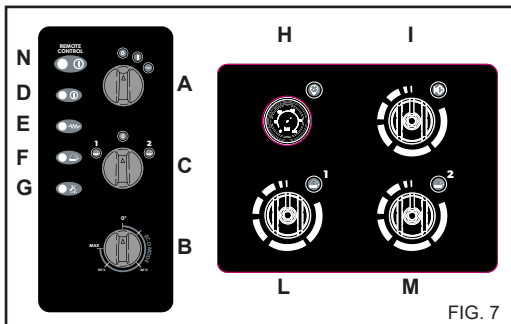

FIG. 7
- 2) Start højtryksrenseren, vælg rengøringsmidlet, som skal benyttes ("1" eller "2") (fig. 7), ved hjælp af vælgeren C). Åben hanen til det ønskede rengøringsmiddel L) rengøringsmiddel "1" eller M) rengøringsmiddel "2" (fig. 7) ved at dreje betjeningsknappen mod uret.
- 3) Indstil vælgeren for rengøringsmiddel C) (fig. 7) i pos. "0". Luk doseringshanerne ved at dreje betjeningsknapperne med uret.